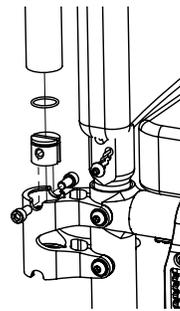

ABB. 19a
- Ziehen Sie die Armlehne aus der Armlehnenaufnahme (1) (ABB. 19a).